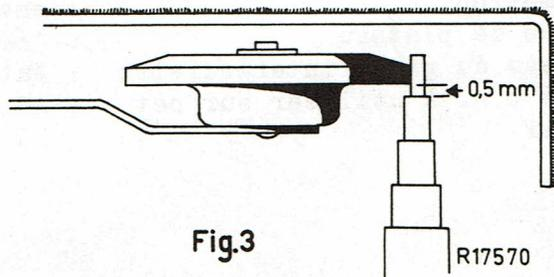

Fig.3
7. La roue intermédiaire doit être perpendiculaire par rapport à la poulie et le plateau et dans chaque position il doit se trouver libre de 0,5 mm. des étages de poulie (voir fig. 3).